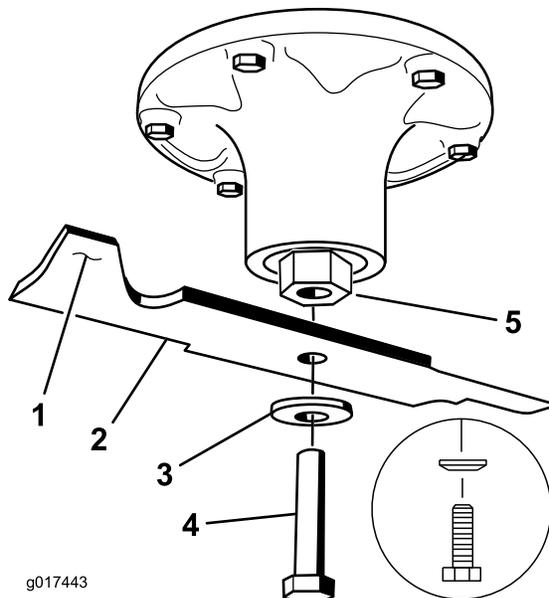

図 80
2. スピンドルのシャフトからブレードボルト、湾曲ワッシャ、ブレードを取り外す 図 80。